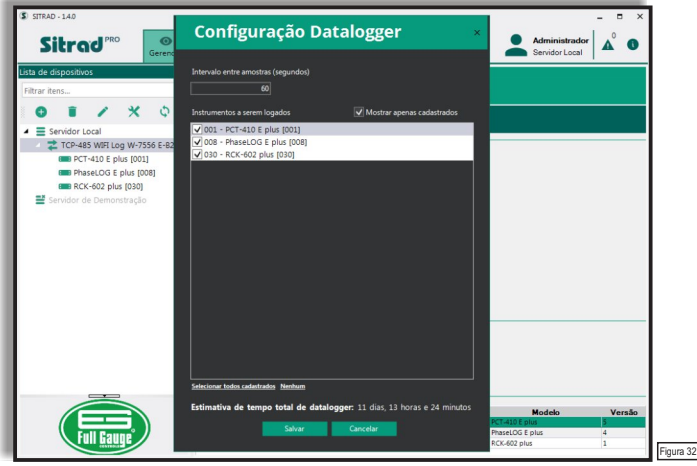

Figura 32
Passo 2: A tela **Configuração Datalogger** é exibida (Figura 32). Configure o intervalo entre amostras e selecione os instrumentos que deseja que sejam registrados no datalogger. A princípio, apenas os instrumentos cadastrados são exibidos na lista. Para inserir instrumentos por endereço sem que tenham sido ainda instalados, desselecione a caixa **Mostrar apenas cadastrados**, e todos os endereços ficarão disponíveis para escolha. A tela também exibe o tempo total de histórico estimado do datalogger. Clique em **Salvar** para manter as alterações.